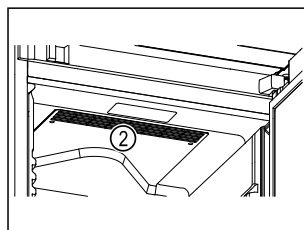

Fig. 68
- ❑ Mantenere libere le fessure di ventilazione Fig. 68 (2) della ventola di ricircolo nel vano interno.